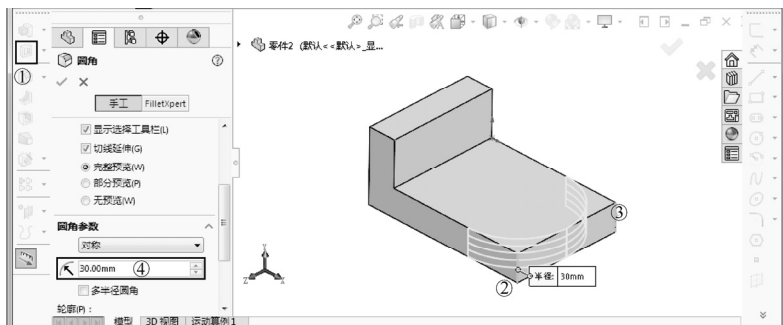

图 1-64 设置圆角
STEP 5 单击“特征”工具栏中的“圆角”按钮,打开如图 1-64 所示的“圆角”属性管理器,单击工件的两条边,并设置圆角半径为“30mm”(操作时可以选中属性管理器中的“完整预览”复选框,以随时查看圆角效果),单击“确定”按钮继续。